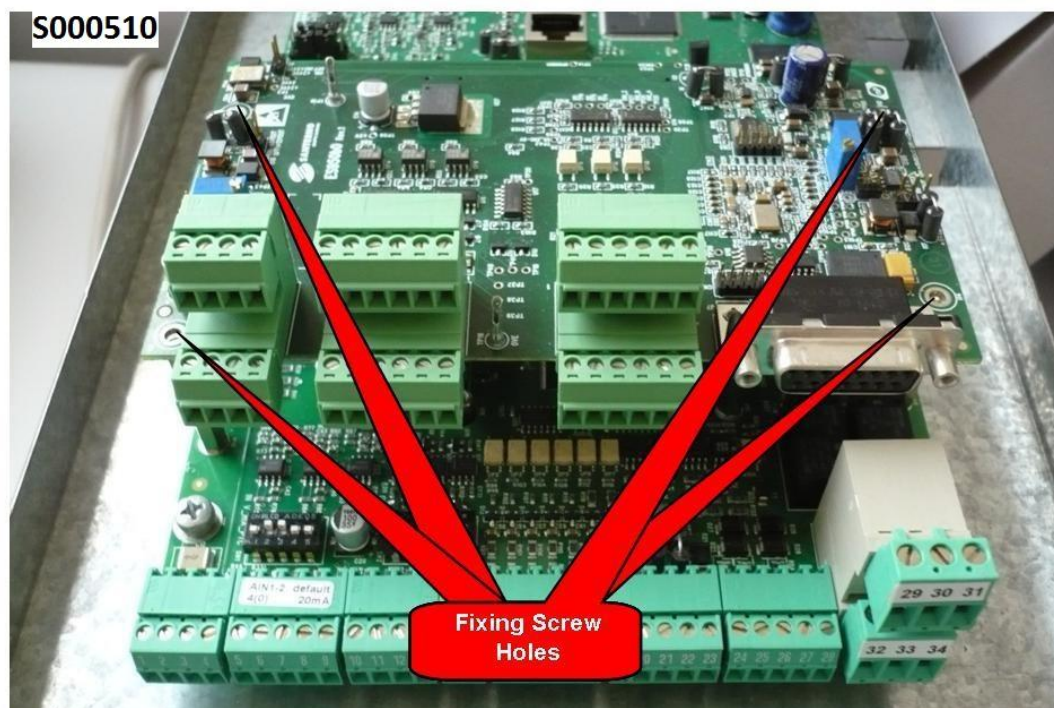

Figura 152: Fissaggio della scheda ES950 dentro l'inverter
4. Inserire la scheda nello slot C facendo attenzione ad allineare correttamente i pettini dei contatti con i due connettori dello slot (CN7A e CN7B). Se la scheda è correttamente installata si ha l'allineamento tra i quattro fori di fissaggio e le corrispondenti sedi delle viti delle colonnette metalliche di supporto. Dopo aver controllato il corretto allineamento serrare le quattro viti di fissaggio della scheda come mostrato nella Figura 152.